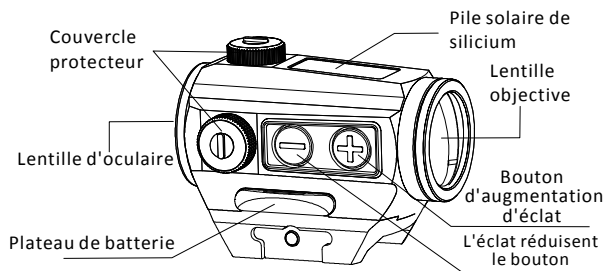

Fig1 PARALOW HS403C Viseur Point Rouge
- D'abord ouvrez le chapeau protecteur (voir le Fig1), placez le type tournevis de fente de la vis encochée, puis tournez la vis pour redresser ou gauche pour l'ajustement. Chacun gauche ou droit - le clic est pour un ajustement équivalent à la valeur 0.5MOA.